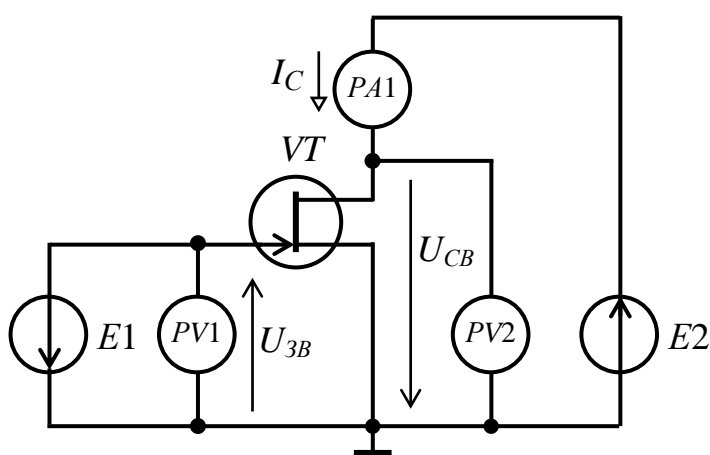
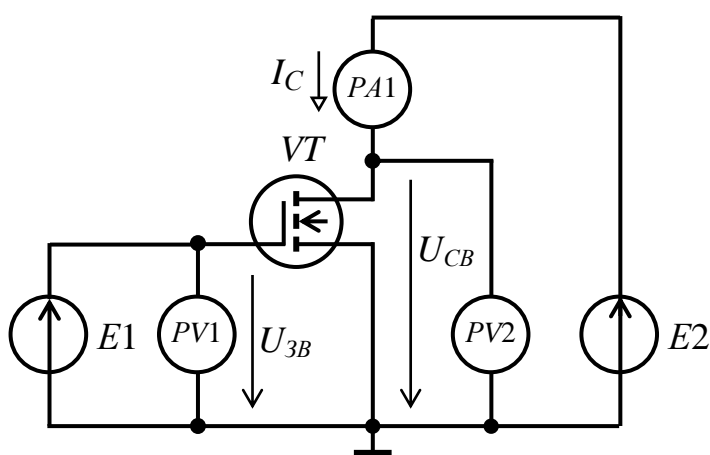

Рисунок 1 – Принципова електрична схема для дослідження ВАХ польового транзистора з керованим  $p-n$  переходом
Рисунок 2 – Принципова електрична схема для дослідження ВАХ польового транзистора з ізольованим затвором індукованим каналом
26. Для чого призначений резистор  $R_K$  (рис. 1)?
27. Для чого призначений резистор  $R_B$  (рис. 1)?
- 1.2. Скласти принципові електричні схеми для дослідження ВАХ польових транзисторів (рис. 1, рис. 2), підготувати таблиці для запису результатів експериментальних досліджень.